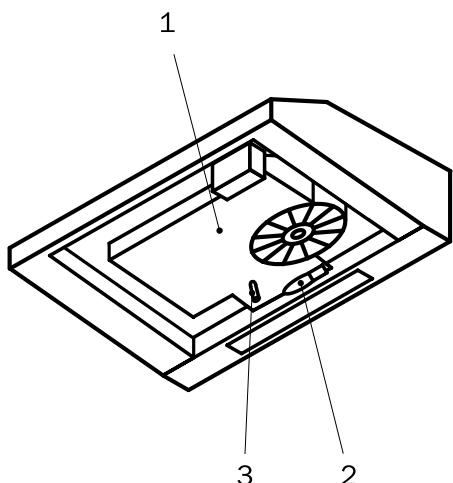

Рис. 2
Внутри вытяжки, если опустить нижнюю откидную панель с алюминиевым жироулавливающим фильтром, находятся (см. рис. 2):
этом случае на нее следует установить угольный фильтр, закрыть вертикальное и горизонтальное выходное отверстие (если они не закрыты) и установить переключатель направления отвода воздуха (см. рис. 2, позиция 3) в требуемое положение.
- Второй конец гибкого воздуховода соедините с вентиляционным отверстием в стене. Чем короче и прямее без изгибов гибкий воздуховод, тем выше производительность и меньше шум и вибрация у вытяжки. Если вытяжка будет работать в режиме рециркуляции, то разметку для отверстия под гибкий воздуховод делать не следует. Установите на вытяжку угольный фильтр, закройте вертикальное и горизонтальное выходное отверстие (если они не закрыты) и установите переключатель направления отвода воздуха (см. рис. 2, позиция 3) в требуемое положение. Наметьте точки под крепежные винты, просверлите отверстия и закрепите вытяжку на шкафчике.